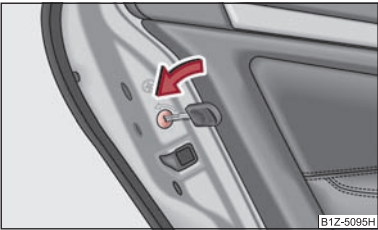

Fig. 23 Seguro para niños en las puertas traseras
- Gire con la llave del vehículo la ranura en la puerta trasera en sentido de la flecha ⇒ fig. 23.